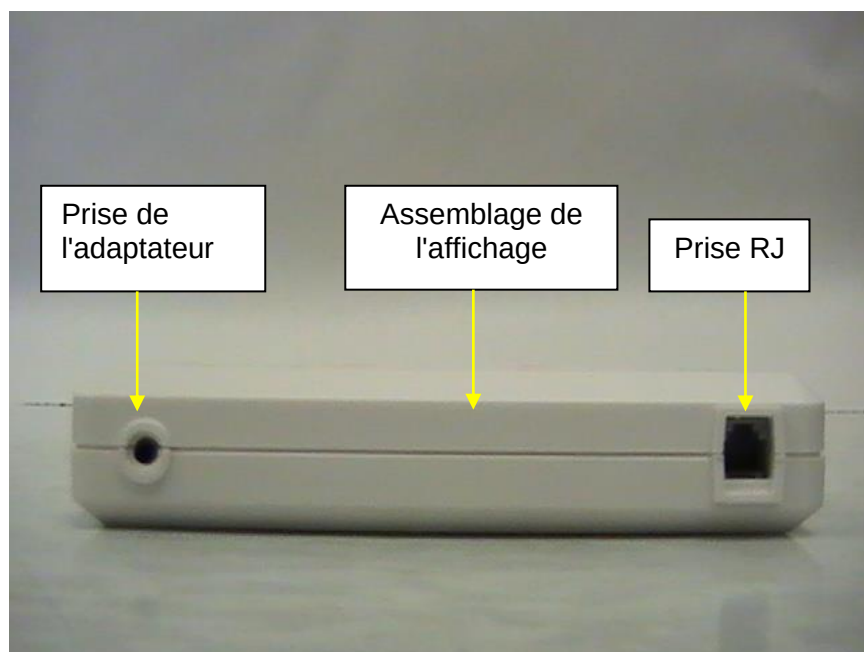

Figure 2
2. Reliez le câble à la prise RJ de l'assemblage de l'écran (voir figures 2 et 3 aux pages 8 & 9).
3. Reliez l'adaptateur optionnel AC dans la prise de l'adaptateur sur le module de l'écran (voir figure 2 à la page 8).